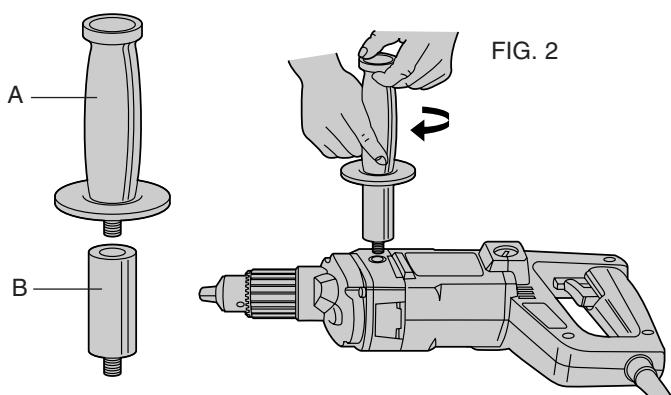

FIG. 2
Side Handles Fig. 2
2. Desserrer la vis de serrage avant sur le collier du mandrin à angle droit (Figure 2) en utilisant la clé hexagonale